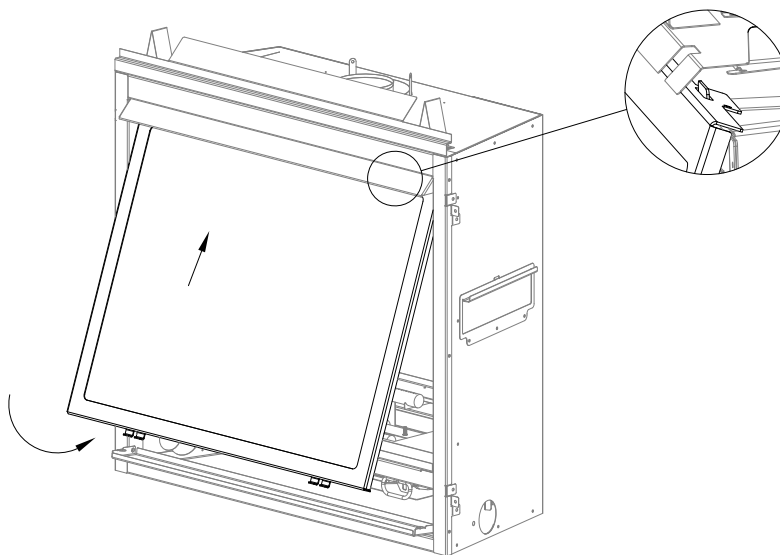

Figure 8.1 - Installation du cadre vitré
1. Inclinez le haut du cadre vitré tel que montré à la Figure 8.1. Alignez les fentes au haut du cadre vitré au-dessus des languettes au haut du foyer, tout en abaissant en place le bas du cadre vitré.